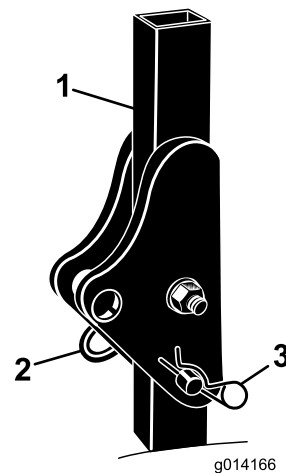

Figure 3
1. Retirez les goupilles fendues puis les deux axes de l'arceau de sécurité (Figure 3).
2. Relevez complètement l'arceau de sécurité puis insérez les deux axes et fixez ces derniers avec les goupilles fendues (Figure 3).